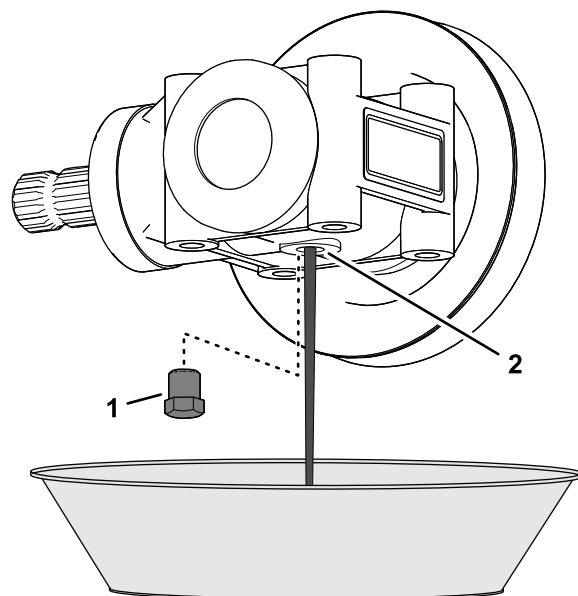

Figura 119
1. Retire o tampão da armação do orifício do tampão da caixa na caixa de velocidades da plataforma do cortador (Figura 119).
2. Posicione a caixa de velocidades por cima do recipiente de escoamento e drene completamente o óleo da caixa de velocidades (Figura 119).